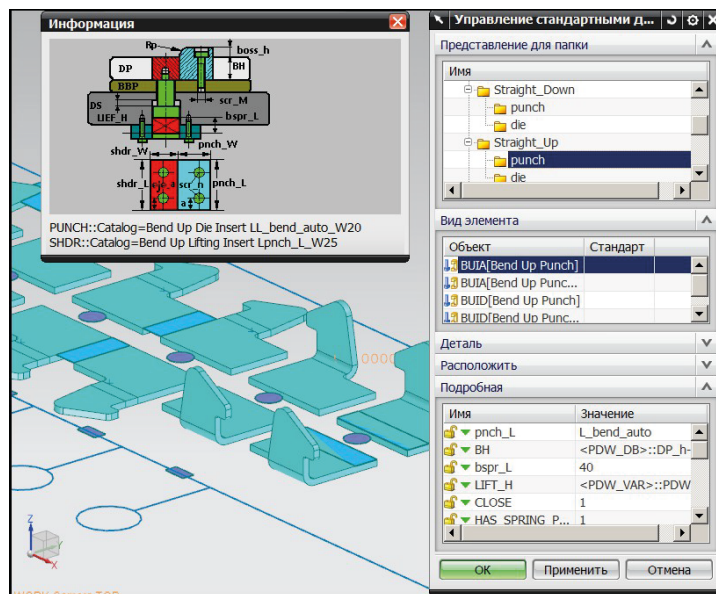

Рис. 9.5. Окно «Управление стандартными деталями»
7. Выберите стандартный инструмент гибки из предлагаемых баз данных. Нажмите кнопку **Стандартная вставка**. Данное действие откроет окно диалога **Управление стандартными деталями** (рис. 9.5).